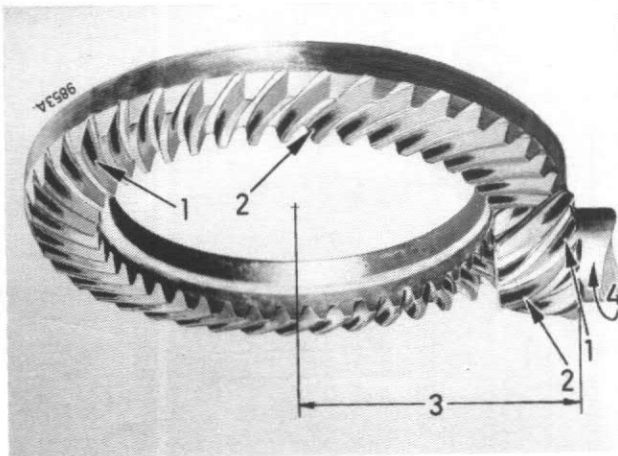

Figure 134
En marche arrière, la portée (1 fig. 134) se fait sur l'extrémité interne des dents. En marche avant (2), le contact se fait à l'extrémité interne des dents. Le pignon est trop éloigné. Réduisez la distance (3) en remplaçant la cale (3, Fig. 82) de l'arbre secondaire par une cale plus épaisse de 0,1 mm.